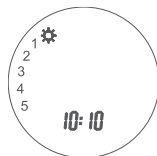

Рисунок 8. Установка времени начала периода
Для входа в режим программирования периодов и температуры нажмите и удерживаете в течение 5 сек. символ меню ☰ (8). На дисплее терморегулятора отобразится индикация времени и дней недели (рис. 8).